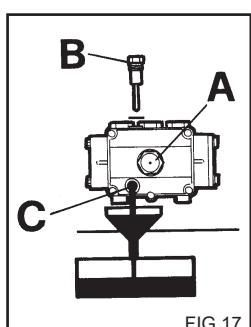

FIG.17
- 2) Draai de dop met het peilstaafje los (fig. 17).